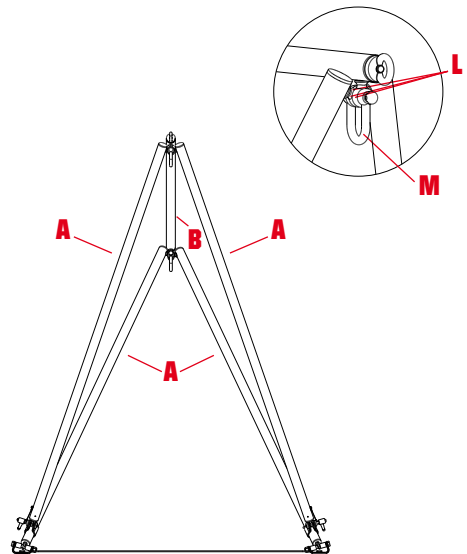

fig. 3
- b) Relier la barre supérieure (B) aux barres latérales (A) en introduisant les manilles (M) dans les œillets de connexion (L) - (fig. 3).